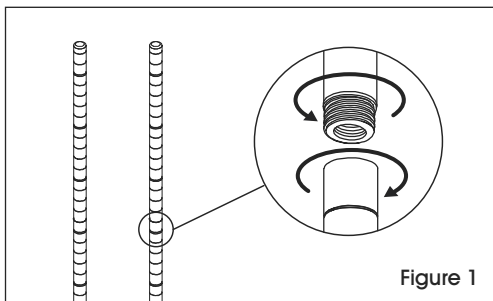

Figure 1
1. Reliez les montants à deux pièces en vissant le montant avec raccord dans l'autre montant. (Voir Figure 1)